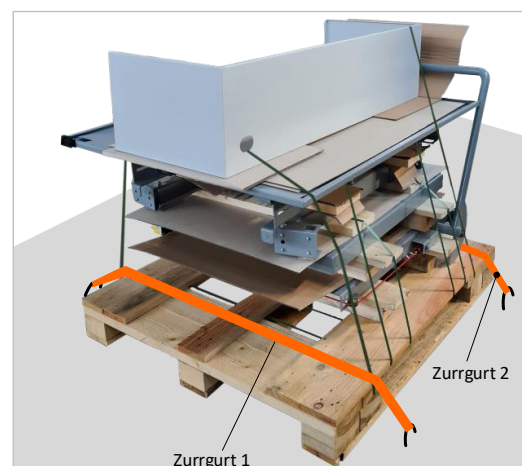

Abbildung 13: Zusatzkomponenten verzurren
- Zusatzkomponenten wie die beiden Rollentische sowie die obere Maschinenabdeckung und obere Bandsägetüre müssen (wie bei der Anlieferung) separat verpackt und auf einer zusätzlichen Transportpalette verzurret werden (siehe $\Rightarrow$ Abbildung 13).